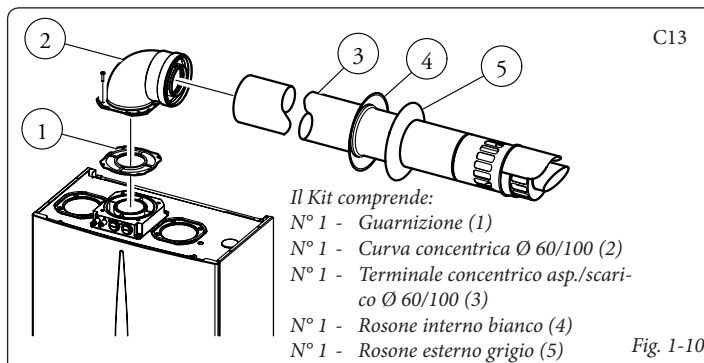

Fig. 1-10
Questo terminale permette l'aspirazione dell'aria e lo scarico dei fumi direttamente all'esterno dell'abitazione. Il kit orizzontale può essere installato con l'uscita posteriore, laterale destra e laterale sinistra. Per l'installazione con uscita anteriore è necessario utilizzare il tronchetto ed una curva concentrica ad innesto in modo da garantire lo spazio utile per effettuare le prove richieste dalla legge all'atto della prima messa in servizio (Fig. 1-10 ÷ 1-13).
Kit orizzontali di aspirazione - scarico Ø 60/100. Montaggio kit (Fig. 1-10): installare la curva con flangia (2) sul foro centrale della caldaia interponendo la guarnizione (1) (che non necessita di lubrificazione) posizionandola con le sporgenze circolari verso il basso a contatto con la flangia di caldaia e serrare con le viti presenti nel kit. Innestare il tubo terminale concentrico Ø 60/100 (3) con lato maschio (liscio), nel lato femmina della curva (2) sino a portarlo in battuta, accertandosi di avere già inserito il relativo rosone interno ed esterno, in questo modo si otterrà la tenuta e la giunzione degli elementi che compongono il kit.